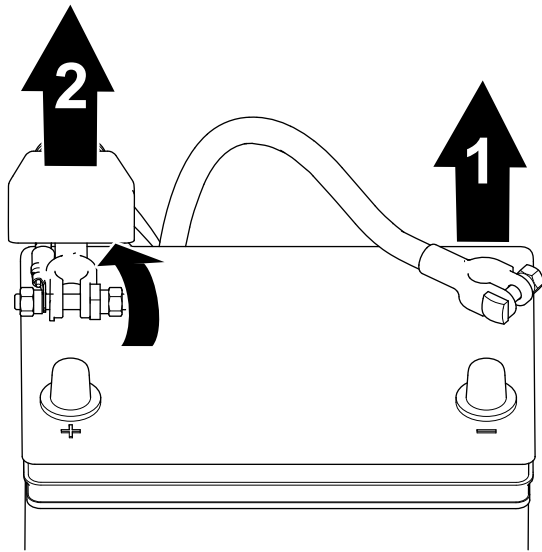

Figure 36
1. Retire el cable negativo del borne de la batería (Figure 36).
2. Eleve el aislante y retire el cable positivo de la batería del borne de la batería (Figure 36).